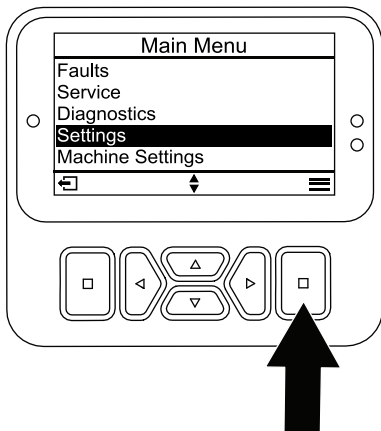

Figura 32
1. En el menú PRINCIPAL, vaya al menú AJUSTES y pulse el botón Seleccionar (Figura 32).